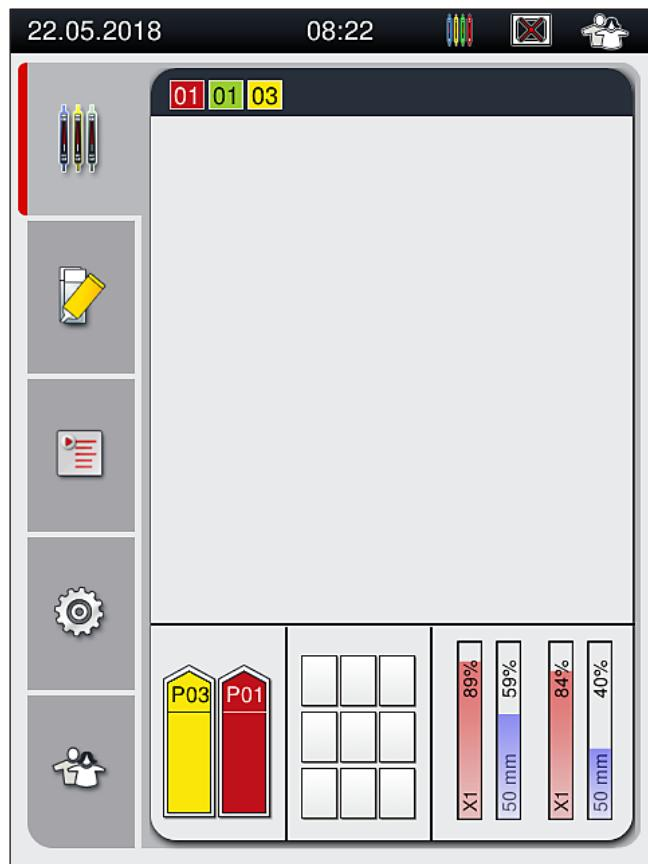

図 73
7. 検知されたハンドル色がプロセスステータス表示に表示されます（→図 73）。